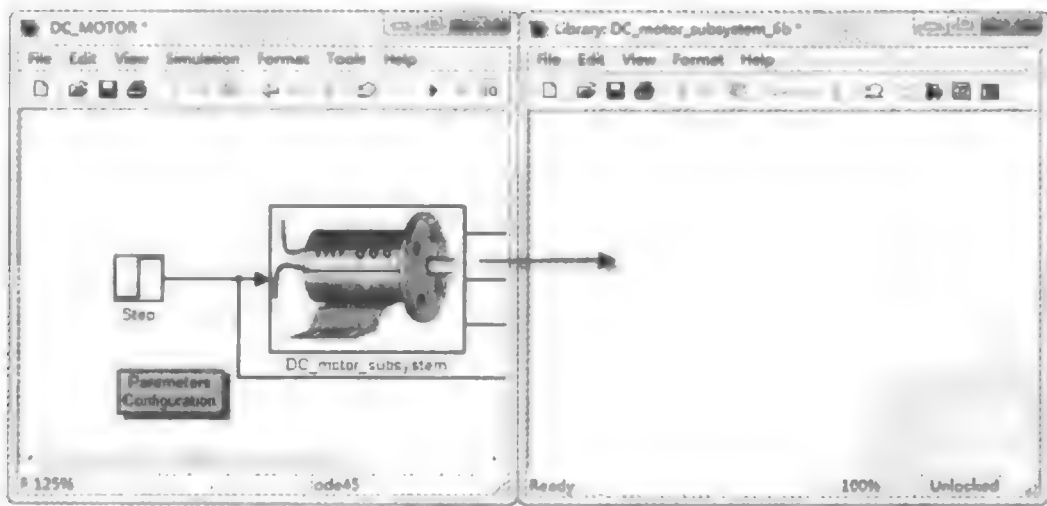

图 2.2.40 建立自定义模块库
(1) 建立自定义模块库。在 Simulink 库浏览器窗口,选择菜单项 File→New→Library,打开库编辑窗口。打开电动机模型,将封装后的子系统拖入库编辑窗口,并保存为 DC_motor_subsystem_lib。如图 2.2.40 所示。